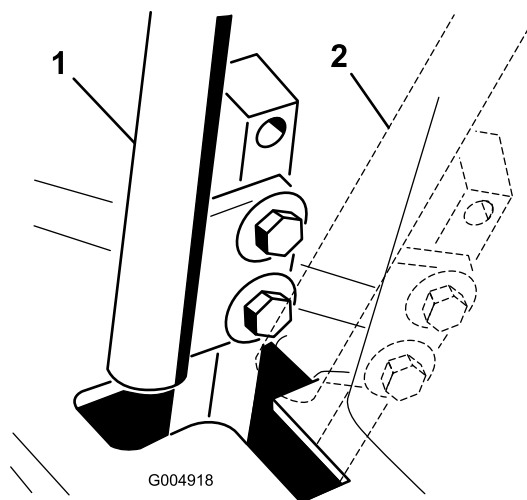

Figure 60
4. Placez le levier de commande au point mort, **sans le verrouiller** (Figure 60).
6. Vérifiez la position du levier par rapport au cran de la console (Figure 60).